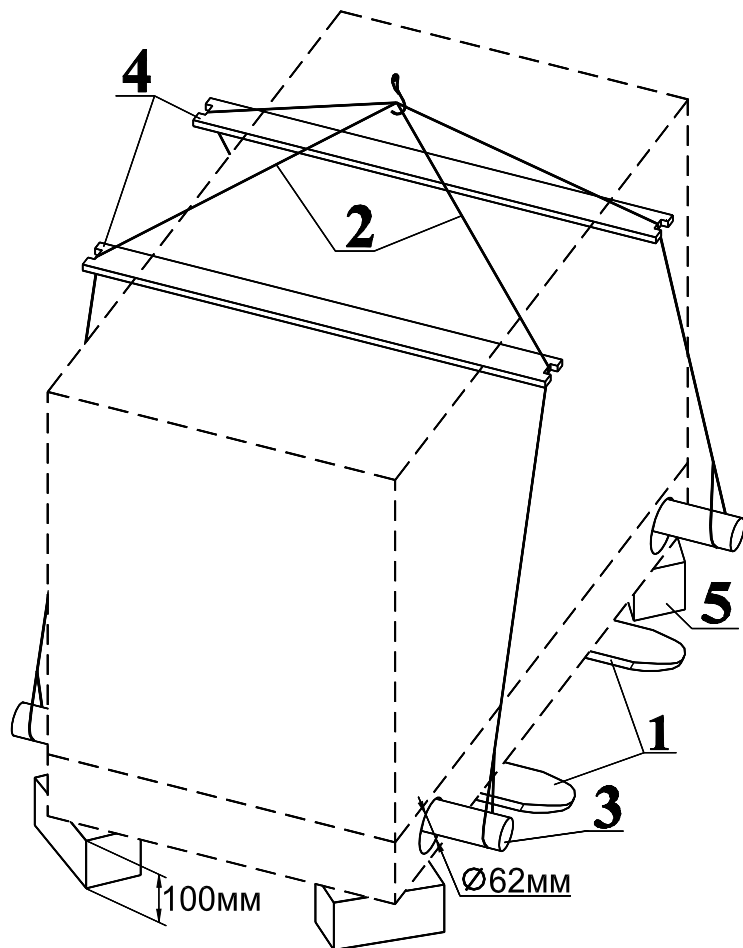

Рисунок 5.1
5.3. Подъем агрегатов краном осуществляется на тросах (стропях) 2 посредством вспомогательных труб (балок) 3 вставленных в штатные отверстия опорной рамы и траверс (брусьев) 4 (см. рисунок 5.1).